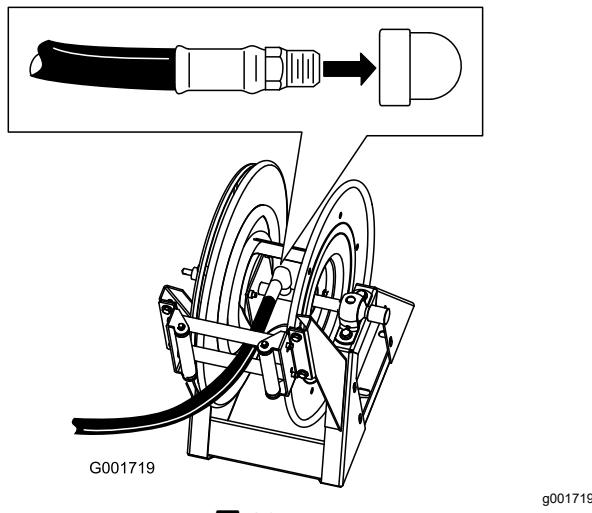

図 23
- 長いホースのフィッティングのねじ山部分にテフロンTeflon®テープを巻き、フィッティングをリールの接続チューブに取り付ける図23。